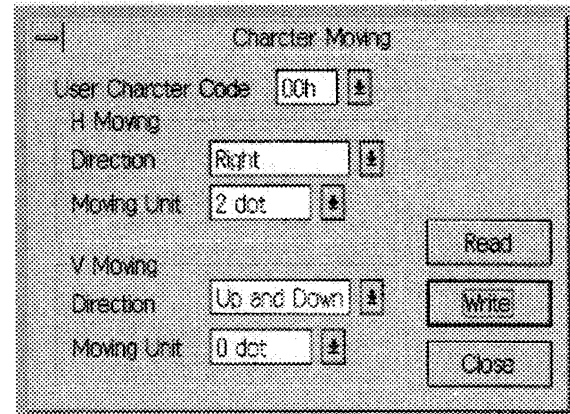

図4-17
- ・ 「Character Moving」 (図4-17) :